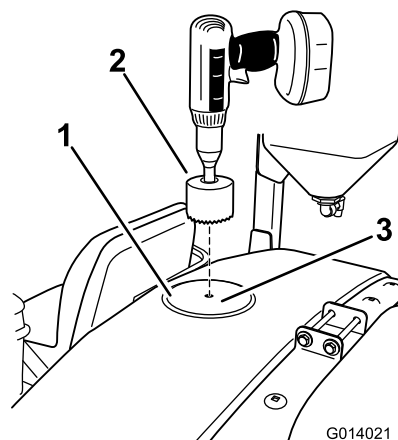

Bild 17
1. Ermitteln Sie die vordere Stelle oben am Behälter, wie in Bild 17 abgebildet.
2. Benutzen Sie eine 9 cm Lochsäge, um ein Loch in die Bohrmarkierung zu bohren (Bild 17).